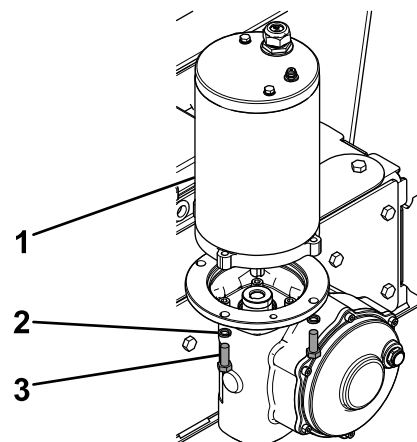

**Figura 8**
6. Conecte el acoplamiento al sinfín usando 4 pernos ( $\frac{1}{4}$ ") y contratuercas de nylon ( $\frac{1}{4}$ "), como se muestra en la Figura 8.